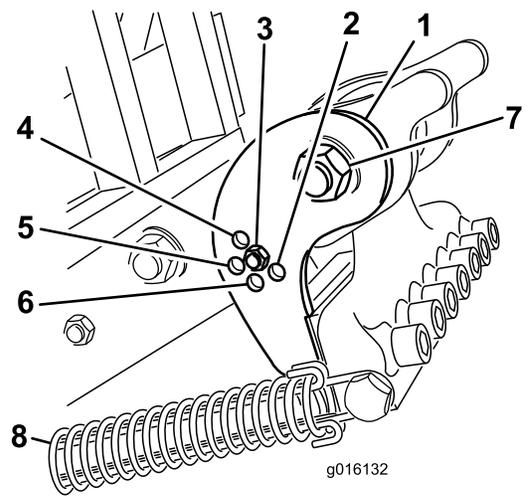

图35
根据所用打孔针的长度，将曲面支架（图35）设定到正确的位置。通过选择用螺栓固定调节杆的孔，将打孔头限位器设定到五个预先确定的位置之一。这些孔仅仅是一些预先设定；例如，在 30.5cm 的位置使用 25.4cm 打孔针，您可以达到更平滑的最终效果；取决于具体应用的需求。
3. 松开到打孔针夹头的拉簧（图35）。
4. 卸下曲面支架调节孔中的螺母和螺栓（图35）。